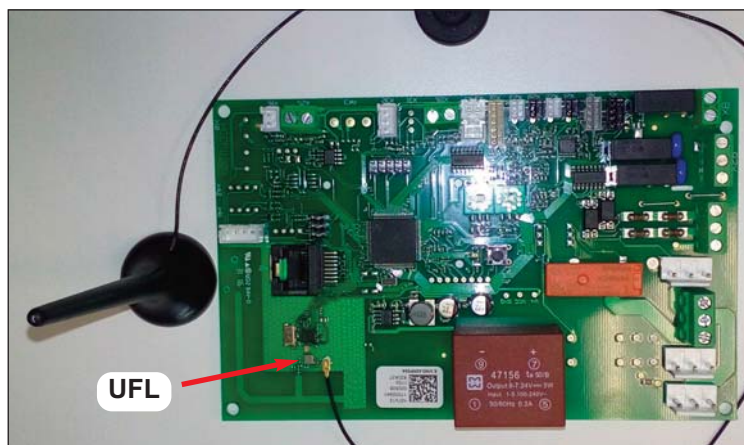

Fig. 15
- Collegare il filo dell'antenna alla scheda tramite il connettore UFL (fig. 15). Applicare l'antenna alla parte metallica.
- Connect the antenna to the UFL PCB connection (fig. 15).